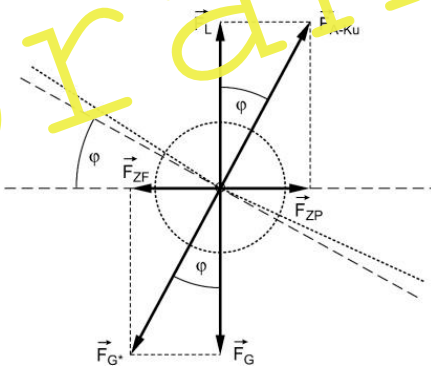

Abb. 3: Auf das Flugzeug wirkende Kräfte beim stationären Kurvenflug
3. Bei einem stationären Kurvenflug bewegt sich ein Flugzeug mit einer konstanten Geschwindigkeit v_L in Bewegungsrichtung auf einer horizontalen Kreisbahn mit festem Radius r und gleichbleibendem Neigungswinkel φ . Abb. 3 zeigt die auf das Flugzeug in einer Linkkurve wirkenden Kräfte an.